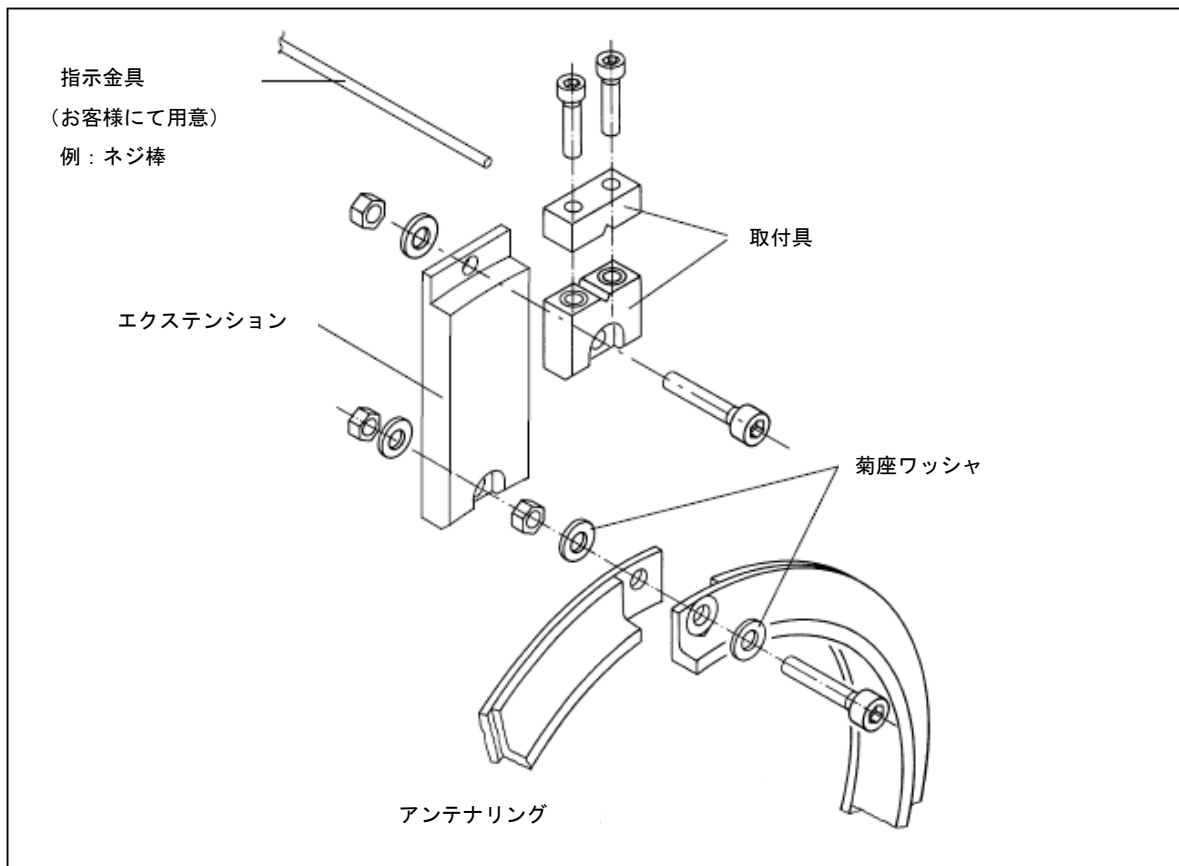

図 4.7 アンテナリングへの取付具の設置
2. 図 4.7 の様に、エクステンションに取付具を同梱のねじで取付けます。新しい菊座ワッシャを使用することを忘れなく。